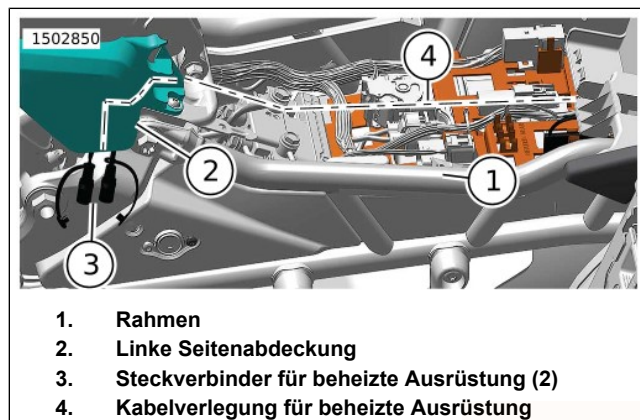

Abbildung 50. Verlegung des Steckverbinders für beheizte Ausrüstung
3. Abbildung 50 Den Kabelbaum für beheizte Ausrüstung zur linken Seitenabdeckung (2) hin verlegen (4).
4. Den Kabelbaum hinter der linken Seitenabdeckung (2) an der Rückseite nach unten führen.